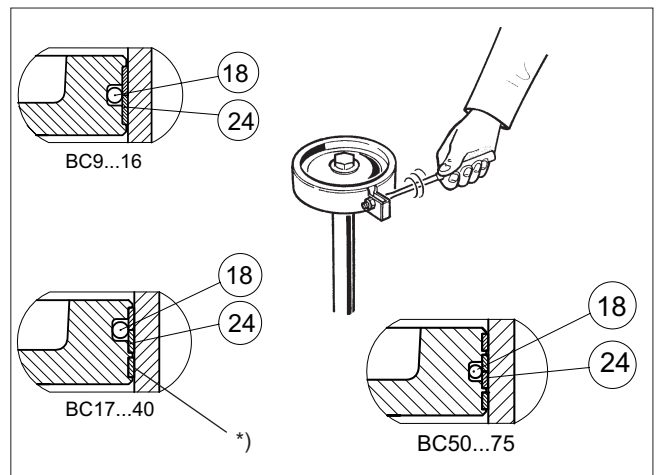

Abb. 10 Anziehen der Kolbendichtungen mit einem Spannring
- Positionieren Sie den O-Ring (18) unter den Kolbendichtungen.
- Legen Sie die Dichtungen (24) so um den Kolben herum, dass die Enden der Streifen auf gegenüberliegenden Seiten liegen. Ziehen Sie die Streifen mit dem Spannring fest, wie in Abbildung 10 dargestellt ist. Die mit einem Sternchen (\*) gekennzeichneten Streifen können zum Erleichtern des Zusammenbaus um 1,5–3 mm gekürzt werden.